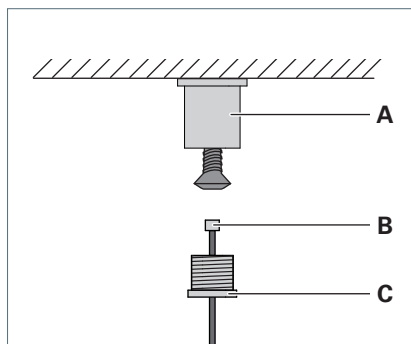

Fig. 2: Montaggio dell'elemento di fissaggio al soffitto.
- ▶ Avvitare al soffitto il manicotto **A** utilizzando una vite idonea, vedi Fig. 2.